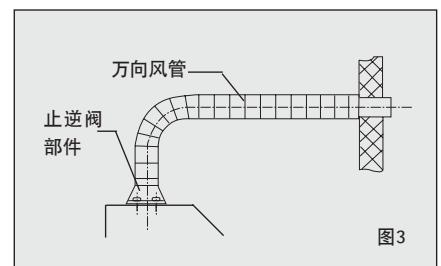

图3
- 2、将万向风管插入止逆阀座的槽内，并用2只ST3X8的十字槽盘头螺钉紧固于止逆阀部件上（见图3）。
- 3、将万向风管按图3所示引出室外或排烟通道。